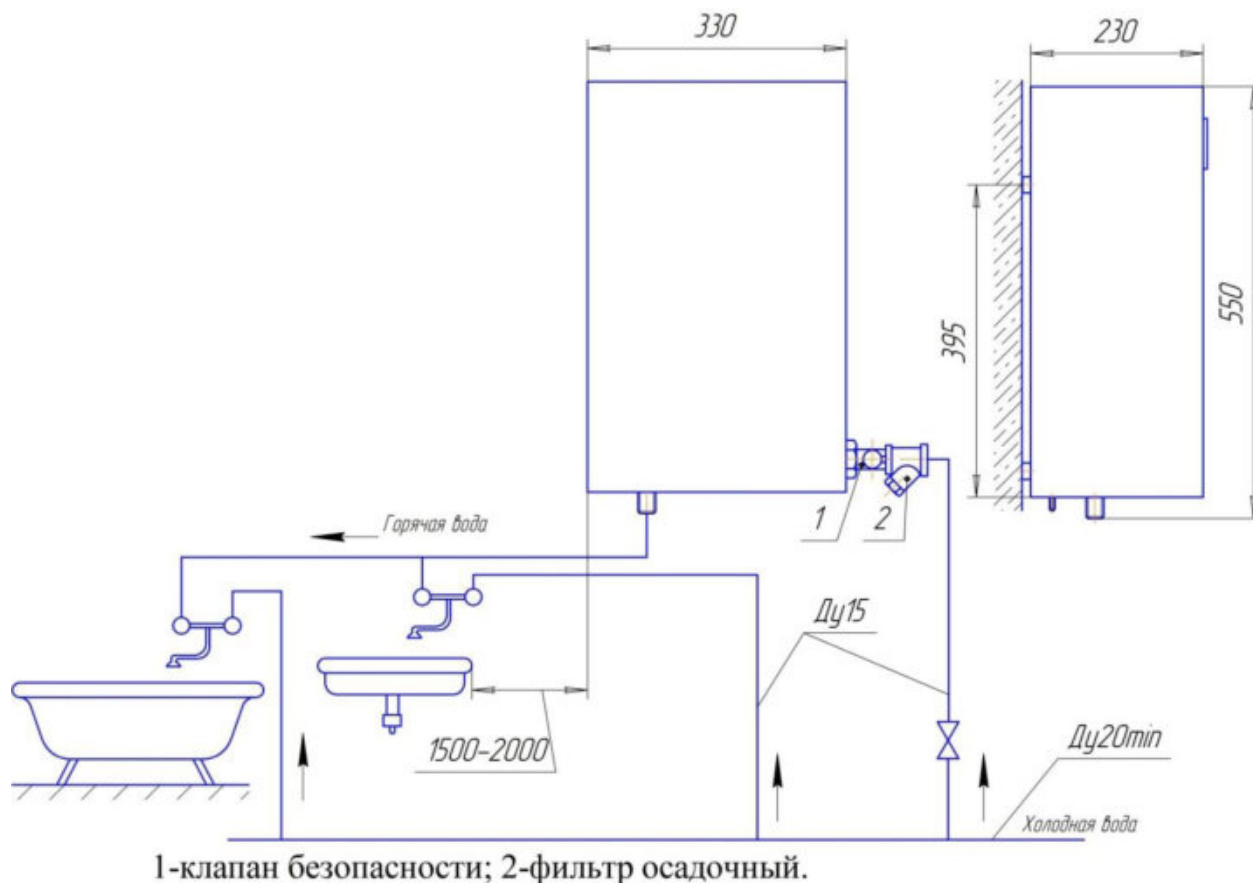

Рисунок 5 – Схема крепления и подключения водонагревателя ЭВПЗ-15, ЭВПЗ-24, ЭВПЗ-30 в водопроводную сеть
- закрепить водонагреватель на стене (рисунок 5). Для крепления рекомендуется использовать шурупы или крюки диаметром не менее 6 мм и длиной не менее 80 мм в комплекте с дюбелями. Отверстия в стене должны располагаться на одном уровне. Подготовленное крепление должно выдерживать троекратный вес наполненного водой водонагревателя.
- присоединить трубопроводы к входу и выходу из водонагревателя. Присоединение осуществляется на резьбе G ½. Трубопровод выхода из водонагревателя может быть соединен с несколькими точками потребления горячей воды. Не рекомендуется подвод холодной воды к смесителю осуществлять от трубопровода подвода холодной воды к водонагревателю, т.к. при уменьшении расхода воды через водонагреватель будет происходить отключение нагрева. Подвод холодной воды к смесителю и водонагревателю рекомендуется осуществлять автономно от линии подвода холодной воды с сечением более Ду 15 (рисунок 5);